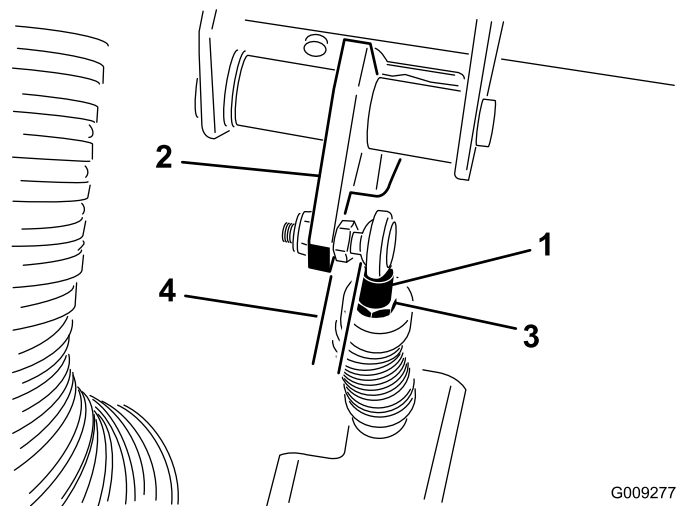

Figura 72
**Importante:** Certifique-se que a extremidade da barra está posicionada firmemente na esfera, sem torcer, e permanece paralela ao pedal de embraiagem depois da porca ter sido apertada (Figura 72).